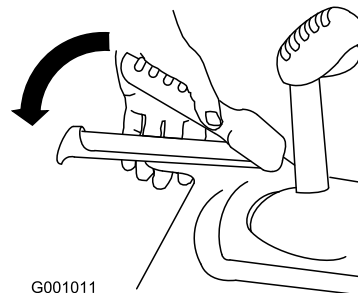

Bild 28
- Drücken Sie zum Einkuppeln des Fahrtriebs den linken Hebel (Fahrtrieb) zum Handgriff (Bild 28).